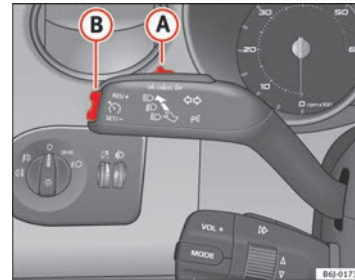

Abb. 114 Blinker- und Fernlichthebel: Schalter und Wippe für die Geschwindigkeitsregelanlage
- Drücken Sie den oberen Teil der Wippe **RES** ⇒ Abb. 114 **(A)**, um die Geschwindigkeit zu erhöhen. Solange Sie die Wippe gedrückt halten, beschleunigt das Fahrzeug. Sobald Sie die Wippe loslassen, wird die neue Geschwindigkeit gespeichert.
Wenn Sie die gespeicherte Geschwindigkeit durch Treten des Bremspedals verringern, wird die Geschwindigkeitsregelanlage deaktiviert. Sie können durch einmaliges Drücken des oberen Teils der Wippe **RES+** → Abb. 114 **(B)** die Regelung wieder aufnehmen.